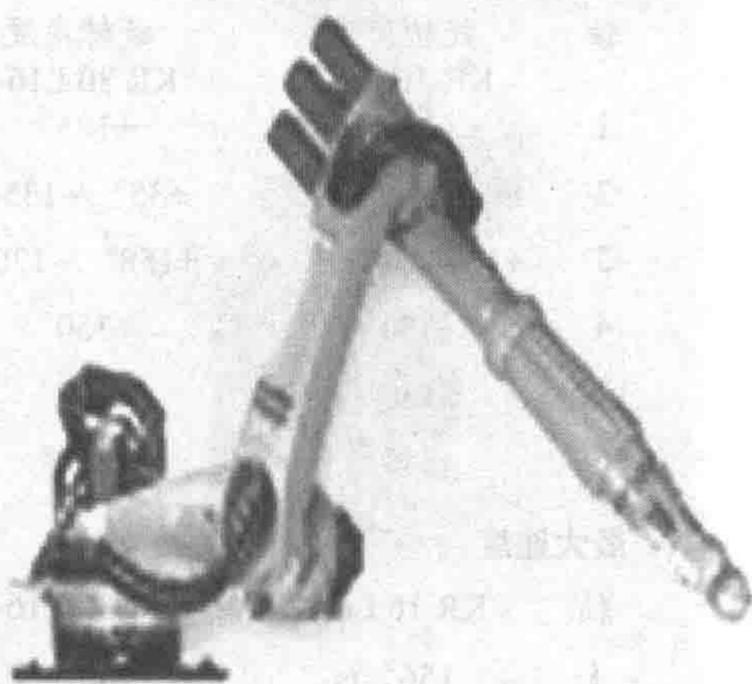

图 1-8
5. KR16 L6-2 KS(F) (领域: 铸造、焊接、成型加工机床、搬运与装卸、注塑成型设备等) (图 1-8)